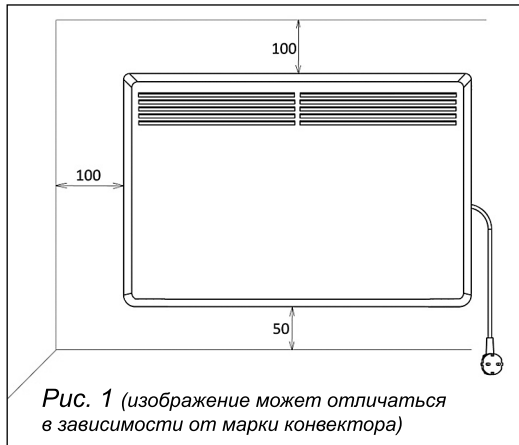

Рис. 1 (изображение может отличаться в зависимости от марки конвектора)
- Минимальные расстояния до других предметов (мм) показаны на рис. 1.